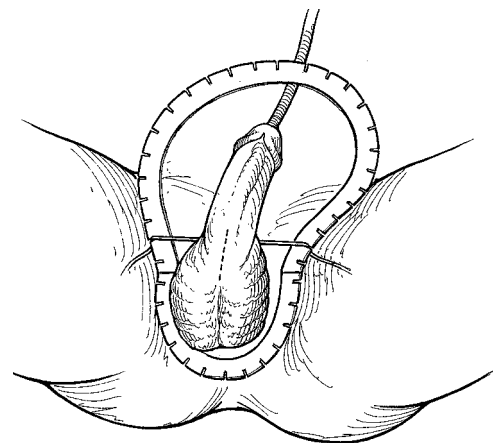

Abbildung 4-2. Penoskrotal: Festlegen der Inzisionsstelle
- Wenn Sie den SKW-Re Retraktor verwenden, legen Sie den Ringretractor auf den Patienten, wobei der große Ring zum Kopf des Patienten (cephal) und der kleinere Ring zu den Füßen des Patienten (kaudal) weist. (**Abbildung 4-2**).
- Unter Halten der Inzision am Penishaken an den Positionen 1, 5, 7, 11, 3 und 9 Uhr positionieren. (**Abbildung 4-2**).